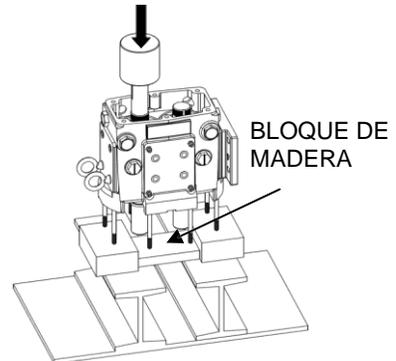

Figura 33: Presionar ejes de caja de engranes
4) Coloque la caja de engranes en una prensa con el lado del extremo del fluido hacia abajo (Figura 33). Use un bloque de madera para evitar que los ejes golpeen el suelo cuando se empujen hacia afuera. Una vez que el bloque protector esté en su lugar, empuje los ejes hacia fuera de la caja de engranes. Consulte la Tabla 4 para conocer la fuerza necesaria (en toneladas) para empujar los ejes fuera de la caja de engranes.